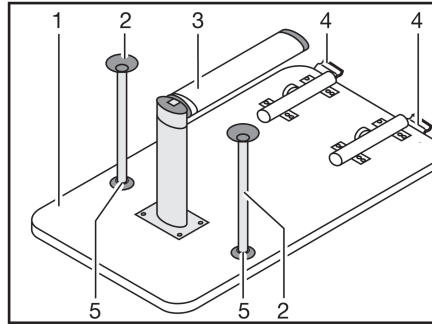

Fig. 80 Base de cama
- Levantar 45° aprox. el tablero de mesa (Fig. 80,1) por delante.
- Abatir la parte inferior de la pata de apoyo articulada (Fig. 80,3) 90°. Para ello, según el modelo, tirar la parte inferior de la pata de apoyo articulada hacia abajo o presionar el botón de desbloqueo.
- En el bloqueo (Fig. 80,4) pulsar el botón de desbloqueo.
- Según el modelo, encajar los dos pies de apoyo adicionales (Fig. 80,2) en los alojamientos (Fig. 80,5) en el lado inferior del tablero de la mesa.